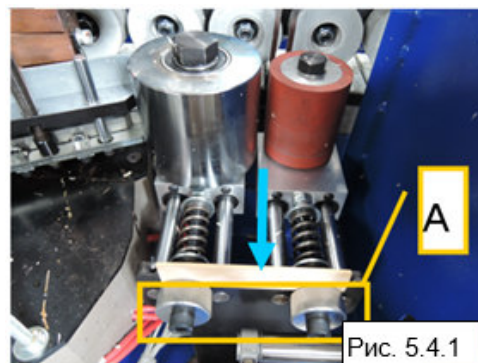

Рис. 5.4.1
1. Вставьте кусок ленты (которую вы собираетесь использовать для облицовки) в свободное пространство между регулировочными винтами А (Рис. 5.4.1). Установите крепежную скобу для обеспечения надлежащего давления роликов в зоне контакта.